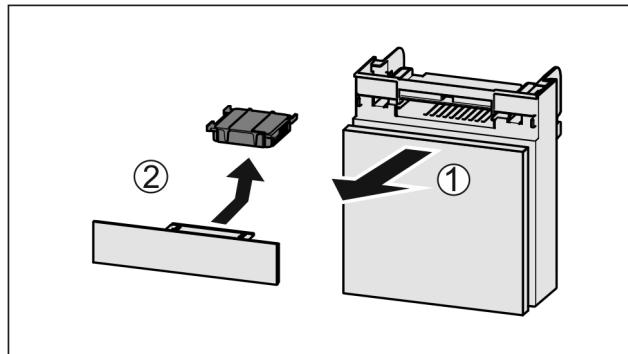

Fig. 62
- Вытянуть Fig. 62 (1) отделение движением вперед.
- Извлечь Fig. 62 (2) фильтра с активированным углем.